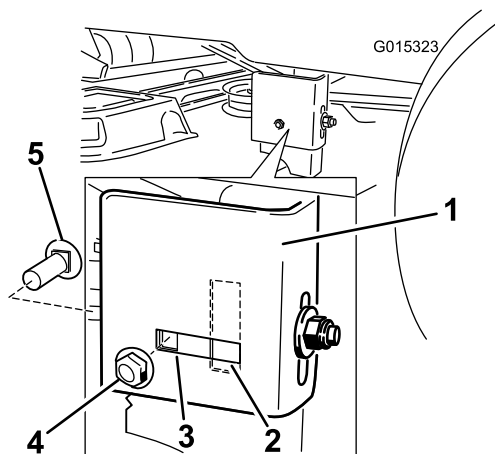

Figure 50
**Remarque:** Vérifiez si le boulon de carrosserie latéral se trouve dans l'emplacement fixe ou allongé (Figure 50).
- Si le boulon de carrosserie latéral est à la position fixe, retirez-le ainsi que l'écrou de blocage latéral de cette position et placez les dans l'emplacement de réglage allongé (Figure 50).